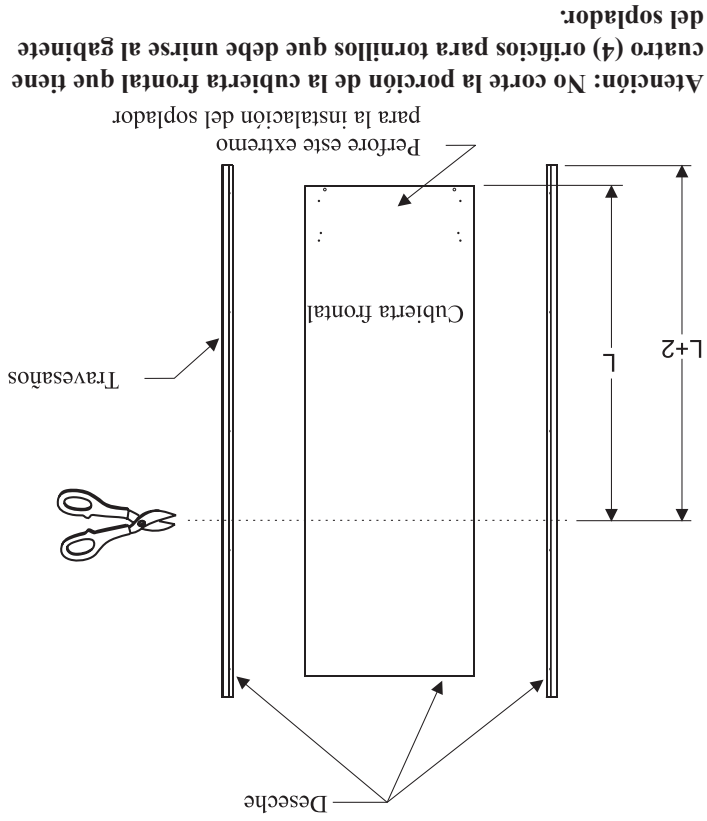

Figura 6
3. Corte los travesaños 2" (51mm) más largos que la cubierta frontal según lo determinado en el paso 1 (véase Figura 6.)